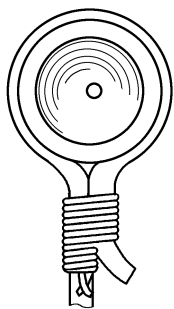

图2-24 导线在绝缘子上绑“回头”
(1) 将导线绷紧并绕过绝缘子并齐拧紧。
(2) 用绑扎线将两根导线缠绕在一起，缠绕圈数为 5~7 圈，或缠绕长度为 150~220mm。
(3) 缠完后，在拉紧的导线上缠绕 5~7 圈，然后将绑扎线的首尾头拧紧，如图 2-24 所示。